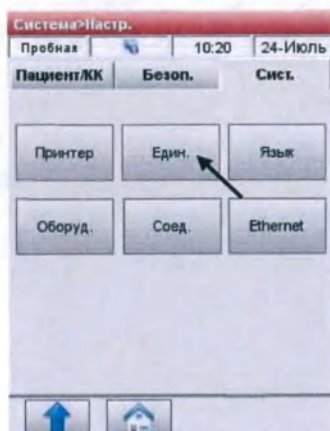

Рис.3-76 Выбор единиц измерения
2. В меню **<Настройки системы>** нажмите **<Система>** и затем **<Единый>** (Рис.3-76).